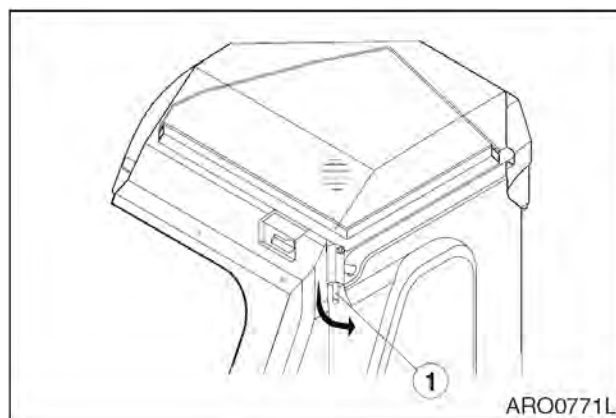

Рис. 95
8. Тянуть стопорный рычаг (1, рис. 95) вниз до тех пор, пока штифт на рычаге не войдет в отверстие кабины.